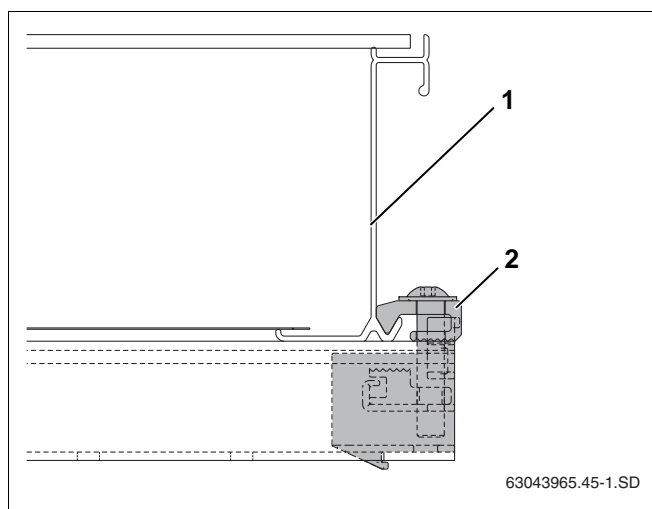

Bild 46 Ihopskruvad ensidig panelklämma
- ▶ Skjut solpanelen (bild 46, **pos. 1**) försiktigt till den ensidiga panelklämman och justera vågrätt.
- ▶ Skruva fast den ensidiga panelklämman med nyckel SW5 (bild 46, **pos. 2**).
Nedhållaren (bild 46, **pos. 2**) på panelklämman griper nu tag i den nedre solpanelskanten.